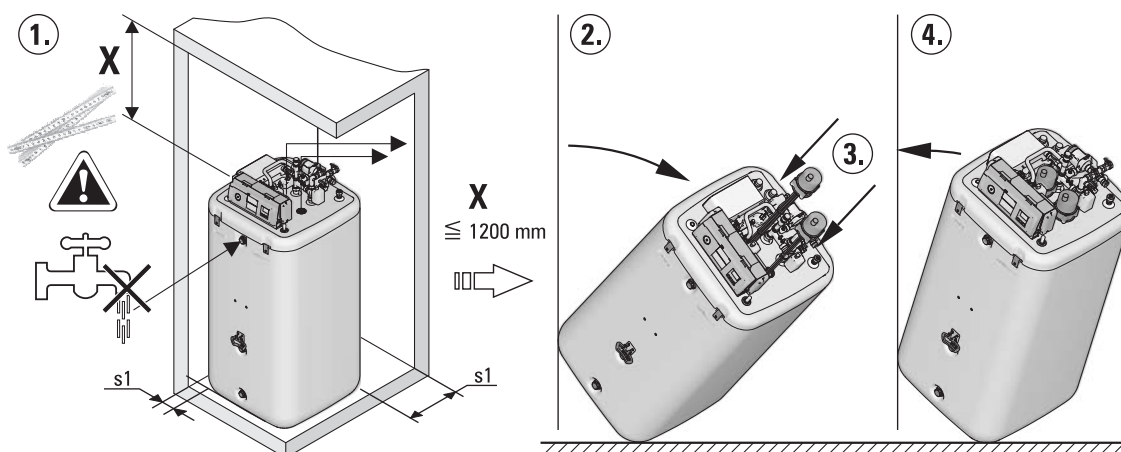

Figura 2-4 Collocazione HPSU compact
- Distanze raccomandate (figura 2-4):